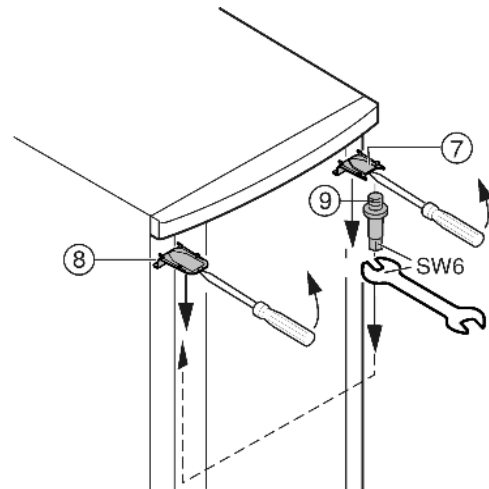

Fig. 8
- Vipp ut oppe dekkelet Fig. 8 (7) og dekkelet Fig. 8 (8) med en skrutrekker og fjern de på skrått nedover.
- Lagerbolten Fig. 8 (9) skrues ut og skrues inn igjen på motsatt side med minst (**med 4 Nm**).
- Monter dekkelet Fig. 8 (7) på den andre siden av lagerbolten igjen: sett den inn bak og la den klikke på plass foran.
- Monter dekkelet Fig. 8 (8) på den andre siden: sett den inn bak og la den klikke på plass foran.
- ▶ Hekt døren ovenfra inn på lagerboltene *Fig. 8 (9)*.